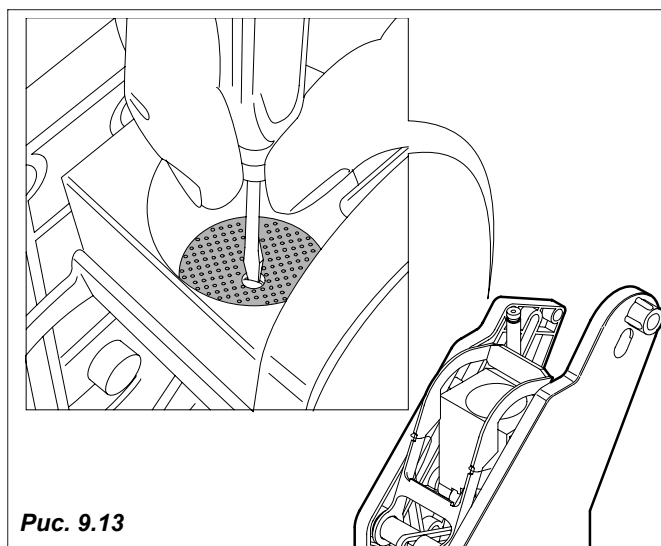

Рис. 9.13
- открутите винт (*Рис. 9.13*), промойте фильтр и замените в случае необходимости.